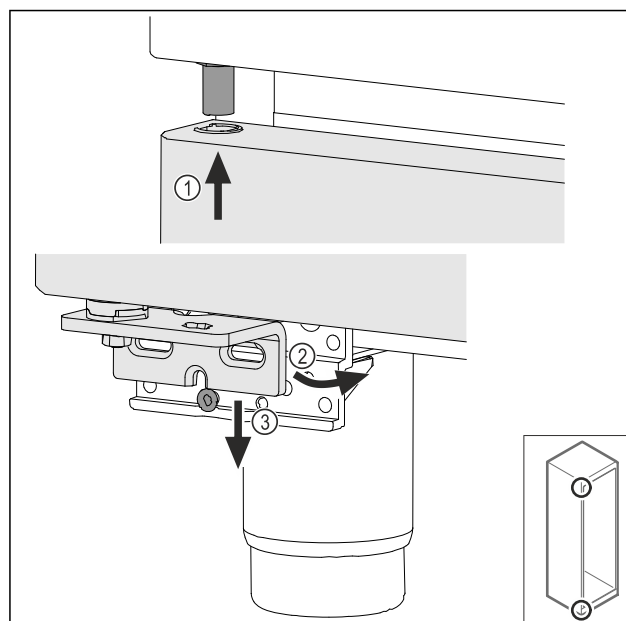

Fig. 39
- Tür leicht gekippt oben einfädeln Fig. 39 (1), Tür gerade ausrichten Fig. 39 (2) und unten auf die Lagerbockschraube Fig. 39 (3) aufsetzen.